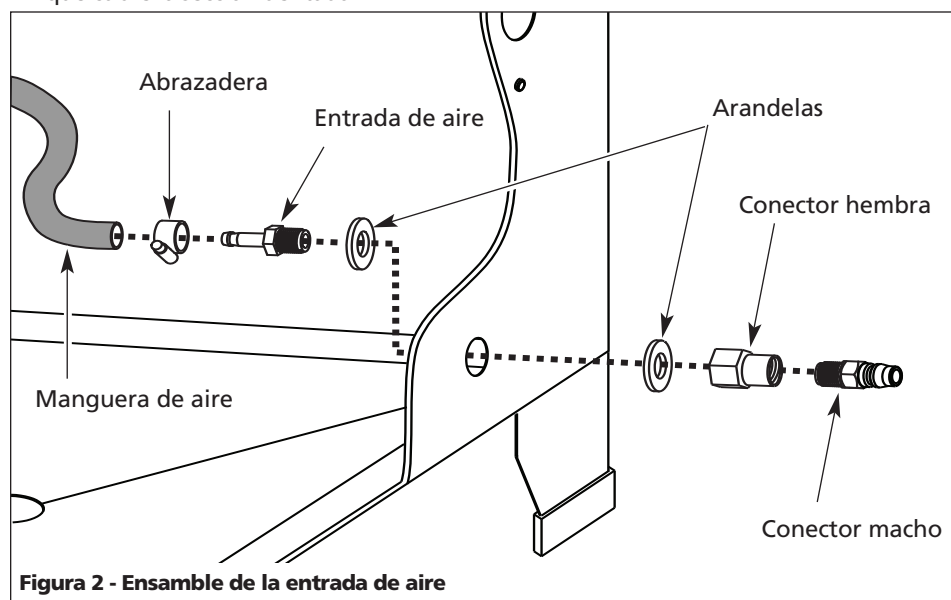

Figura 2 - Ensamble de la entrada de aire
- Coloque los ensambles de la pistola y la manguera en la caja, introduciendo el tubo de inmersión debajo de la bandeja de piezas de tela de alambre. Coloque una arandela en el extremo roscado del conector de entrada de la caja, luego empuje el conector a través del orificio del lado inferior derecho de la caja. Coloque la otra arandela en el extremo que sobresale del conector (via Figura 2).
ajuste en forma segura. Asegúrese de que las partes planas de la llave del conector hembra queden empotradas en la caja (ver Figura 2).